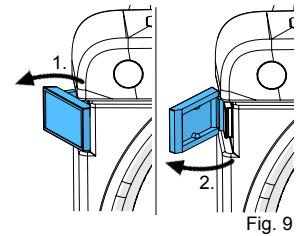

Fig. 9
- Åbn dørlåsene (fig. 9).
- Tag unbrakonøglen (22) ud af holderen.
- Tag beskyttelseskappen (15) af.
- Løsn fastgørelsesskruen (16), og tag trimmerskiven af.
- Sæt en ny trimmerskive i låsestifterne (17).
- Åbn dørlåsene (fig. 9), og tag trimmerdøren af.
- Skru aftækningsværktøjet (11) i bæreflangen (23), indtil bæreflangen er løsnet fra akslen.